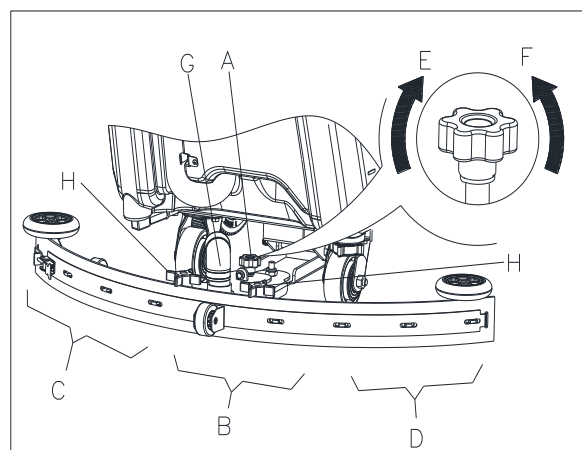

Рис. 11
1. Установите скребок и затяните гайки (Н, Рис. 11), а затем подключите вакуумный шланг (G) к скребку.
2. Отрегулируйте скребок при помощи регулировочной ручки скребка (А, Рис. 11).
- а) При наличии зазора между землей и средней части заднего лезвия скребка (В), отрегулируйте ручку (А) в направлении против часовой стрелки (F), пока все секции заднего лезвия скребка не будут хорошо соприкасаться с землей, а переднее лезвие не будет слегка касаться земли.